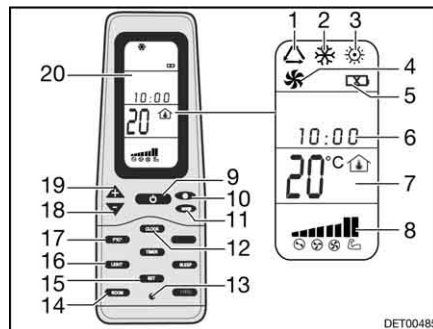

Fig. 177 Télécommande
- Appuyer sur la touche ON/OFF (Fig. 177,9).
- Appuyer sur la touche "Mode" (Fig. 177,11) autant de fois que nécessaire pour que le mode de fonctionnement souhaité (Fig. 177,1, 2, 3 ou 4) s'affiche à l'écran (Fig. 177,20).
- Régler la température désirée à l'aide des touches "+" (Fig. 177,19) et "-" (Fig. 177,18).
- Sélectionner le niveau de ventilation souhaité à l'aide de la touche de vitesse du ventilateur (Fig. 177,10).